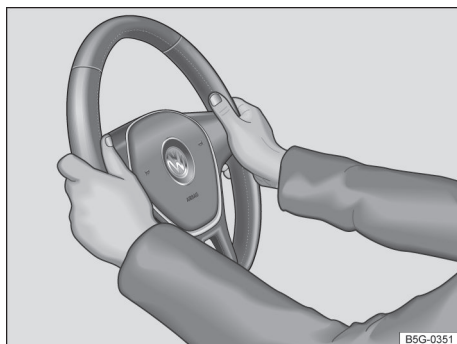

Fig. 75 No volante: posição 9 e 3 horas.
- Ajustar o volante de forma que possa ser segurado lateralmente com ambas as mãos, com os braços ligeiramente arqueados, na borda externa, na posição das 9h e 3h. → Fig. 75
- Durante a condução, sempre segurar o volante com ambas as mãos lateralmente na borda externa na posição das 9h e 3h → Fig. 75 para reduzir ferimentos causados pelo acionamento do airbag frontal do condutor.